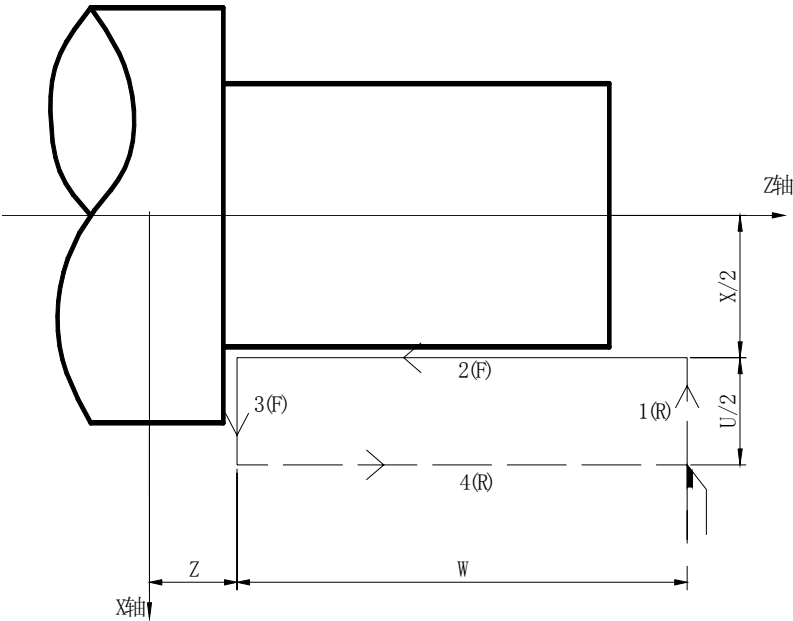

图 2-28
**指令格式：** G90 X (U) \_\_ Z (W) \_\_ R \_\_ F \_\_;
**指令功能：** 执行该指令时，可实现圆柱面、圆锥面的单一循环加工，循环完毕刀具回起点位置。图 2-28、图 2-29 中虚线（R）表示快速移动，实线（F）表示切削进给。在增量编程中地址 U 后面的数值的符号取决于轨迹 1 的 X 方向，地址 W 后面的数值的符号取决于轨迹 2 的 Z 方向。